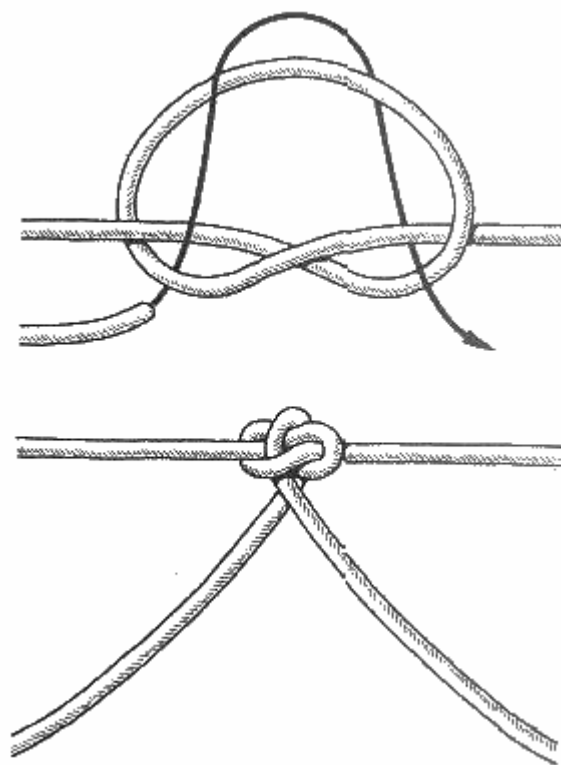

Рис. 130. Поводковый на основе простого узла
**Поводковый на основе простого узла** (рис. 130). Умение быстро и надежно привязывать к леске поводки — дело немаловажное для каждого рыболова. Этот узел рекомендуется применять для быстрой смены поперечных поводков.